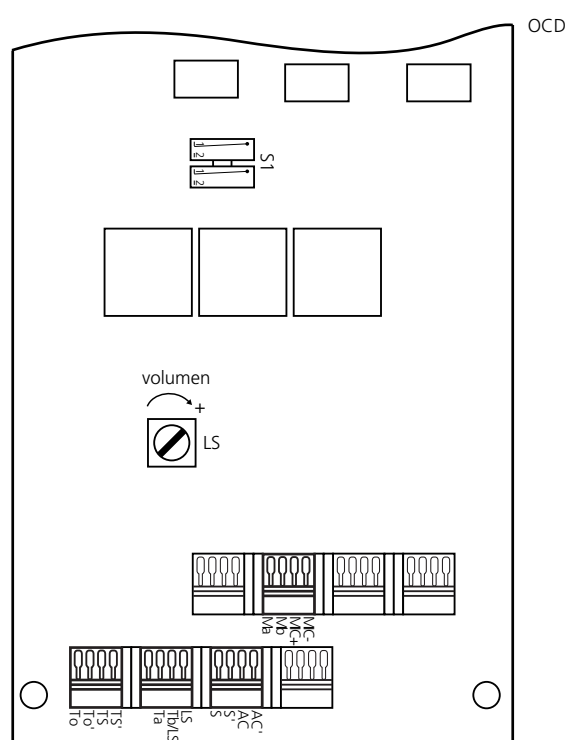

Fig. 4.61: Conexiones, conmutadores y potenciómetros para el intercomunicador de puerta
- El conmutador S1 debe llevarse a la posición 2 (*Fig. 4.61*).
- El conmutador S1 debe llevarse a la posición 1 (*Fig. 4.61*).